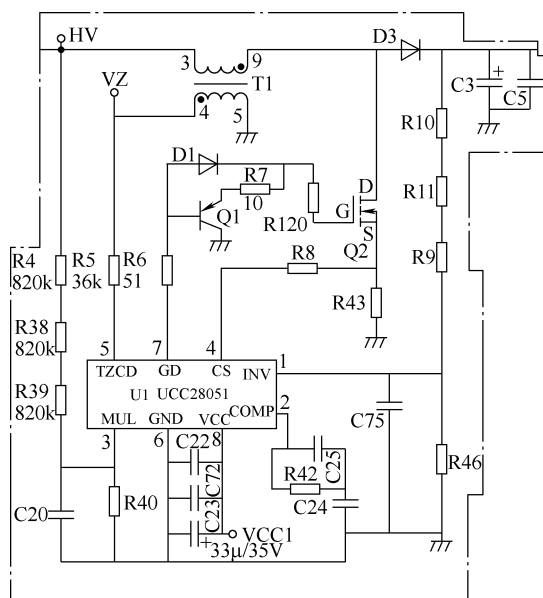

图 2-21 PFC 电路
4) PFC 电路：PFC 电路的工作原理是通过电感来校正电流的相位，使电流与电压相位一致以提高功率因数，并防止电路产生的多次谐波对电网的干扰，提高电源的有效利用率。图 2-21 所示为长虹 LT52600 型液晶彩电 PFC 电路，主要由 PFC 专用集成电路 U1 (UCC28051)、变压器 T1、晶体管 Q1、场效应晶体管 Q2 等组成。